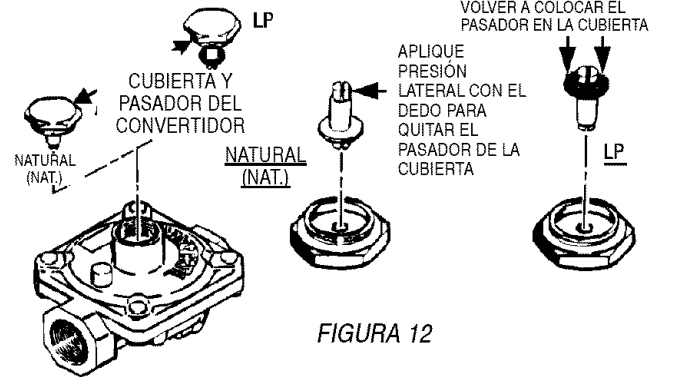

FIGURA 12
B. INVIERTA EL TAPÓN DEL REGULADOR DE PRESIÓN DEL ELECTRODOMÉSTICO (Vea la figura 12)
B. INVIERTE EL TAPÓN DEL REGULADOR DE PRESIÓN DEL ELECTRODOMÉSTICO. (Vea la figura 12.)